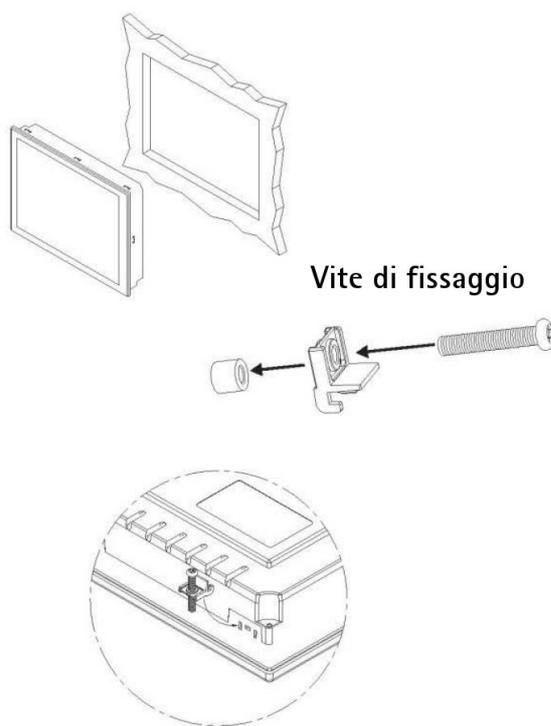

Figura 2 - Fissaggio pannello
3.2 Montaggio del pannello (Figura 2)
Agganciare le clip in dotazione ai supporti agli angoli della struttura posteriore del pannello (Figura 2), quindi stringere le viti con un cacciavite finché il display è fissato saldamente.